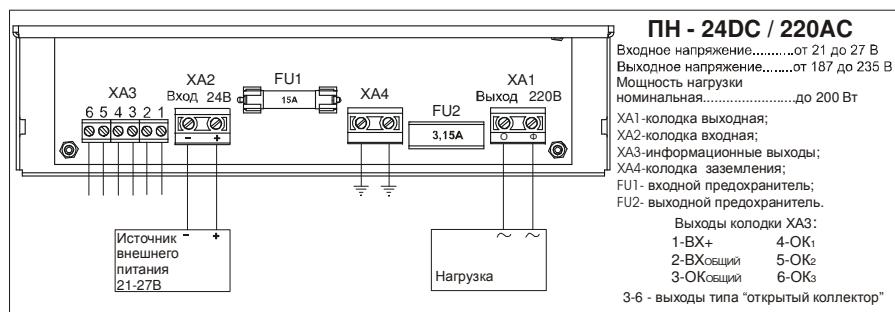
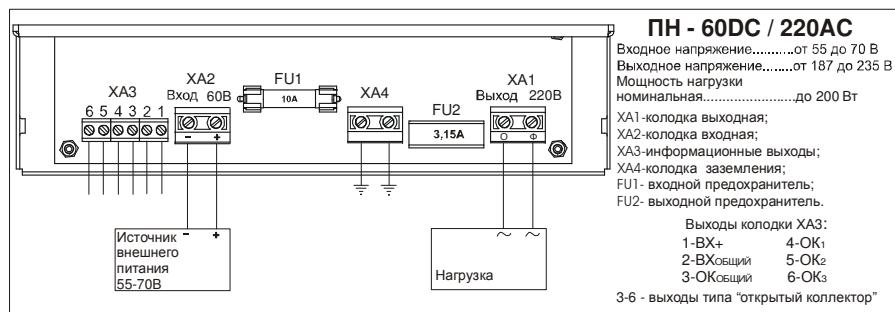

Рисунок 2
Рисунок 3
- 5.7. Подключение преобразователя (см. рисунок 2 (ПН – 2 4DC/220AC), рисунок 3(ПН–60DC /220AC) приложения А) производится в приведенной последовательности.